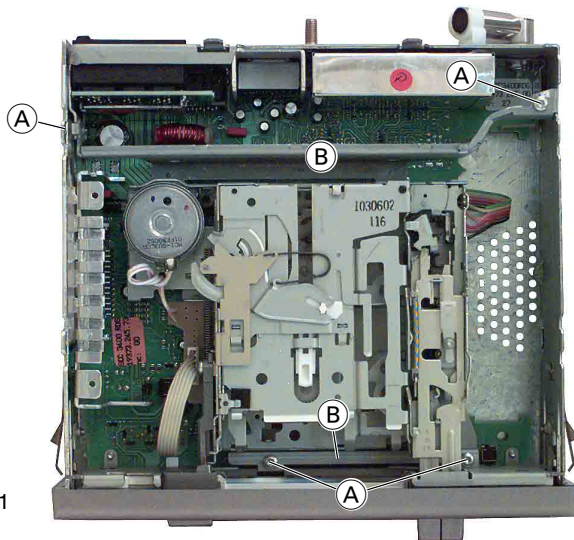

Fig. 1.1
- 4 Schrauben (A) (Fig. 1.1) herausschrauben und Laufwerk mit Traversen (B) herausnehmen.
- Undo 4 screws (A) (Fig. 1.1) and take out the tape drive together with the cross arms (B).